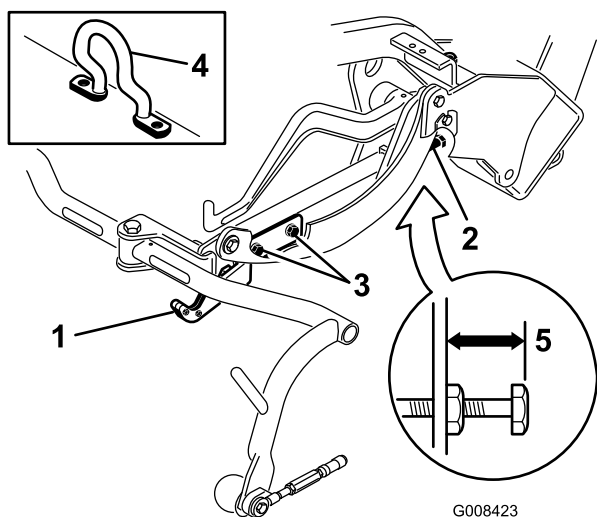

Figure 21
2. Sur les plateaux de coupe équipés d'un maillon de chaîne ou d'un crochet de levage droit (Figure 19 et Figure 20, détails), vérifiez qu'un espace de 22 mm existe entre le haut de la vis de réglage du bâti porteur et l'arrière du bâti porteur. Si l'espace n'est pas correct (22 mm), passez à l'étape 4. Si le plateau de coupe est équipé d'un crochet de levage décentré (Figure 21), passez à l'étape suivante.
3. Sur les plateaux de coupe équipés d'un crochet de levage décentré (Figure 21, détails), vérifiez qu'un espace de 25 mm existe entre le haut de la vis de réglage du bâti porteur et l'arrière du bâti porteur. Si l'espace n'est pas correct, passez à l'étape 4.
4. Desserrez les vis de la plaque de transport (Figure 19, Figure 20 et Figure 21).
7. Si les bâtis porteurs ne sont pas tous à la même hauteur, desserrez l'écrou de blocage de la vis de réglage de chaque bâti (Figure 19, Figure 20 et Figure 21). Tournez la vis vers l'extérieur pour élever le bâti ou vers l'intérieur pour l'abaisser. Serrez l'écrou de blocage une fois la hauteur correcte obtenue.